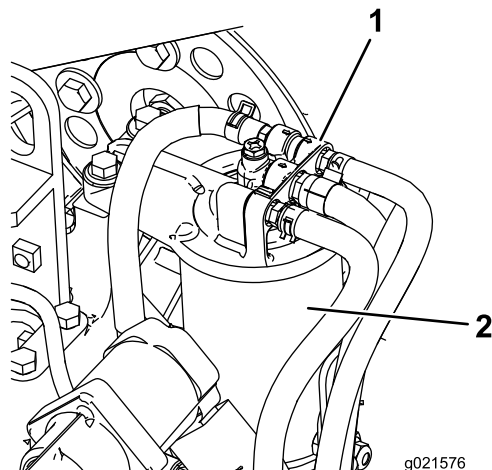

Figura 85
1. Limpie la zona alrededor de la cabeza del filtro de combustible (Figura 85).
2. Retire el filtro y limpie la superficie de montaje de la cabeza del filtro (Figura 85).